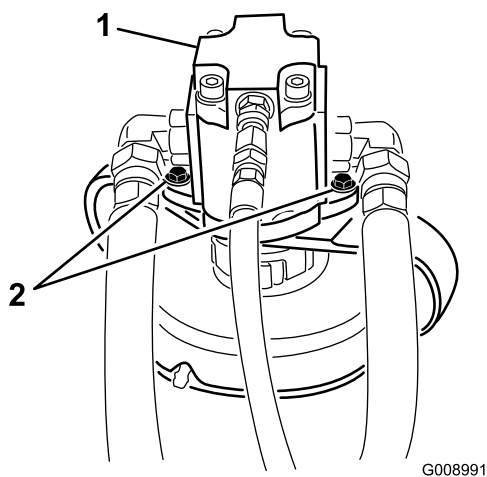

Bild 81
2. Entfernen Sie die Schrauben, mit denen der Hydraulikmotor am Mähwerk befestigt ist (Bild 81). Heben Sie den Motor vom Mähwerk ab und legen ihn auf die Oberseite des Mähwerks.
4. Entfernen Sie die Schrauben, mit denen der Hydraulikmotor am Mähwerk befestigt ist (Bild 81). Heben Sie den Motor vom Mähwerk ab und legen ihn auf die Oberseite des Mähwerks.